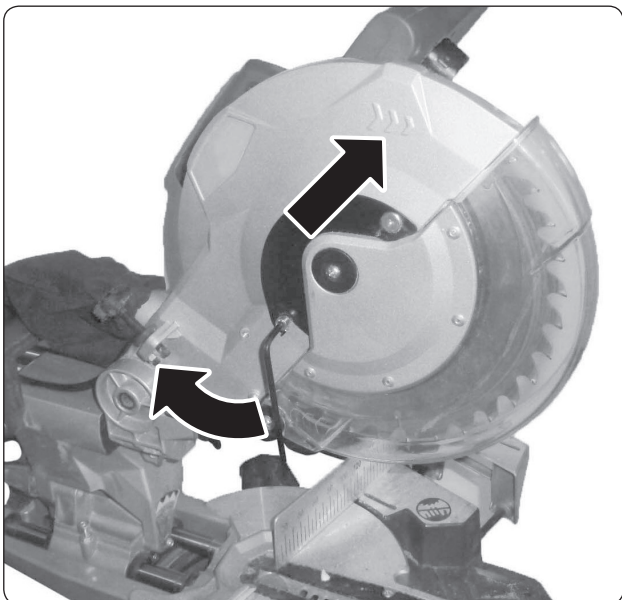
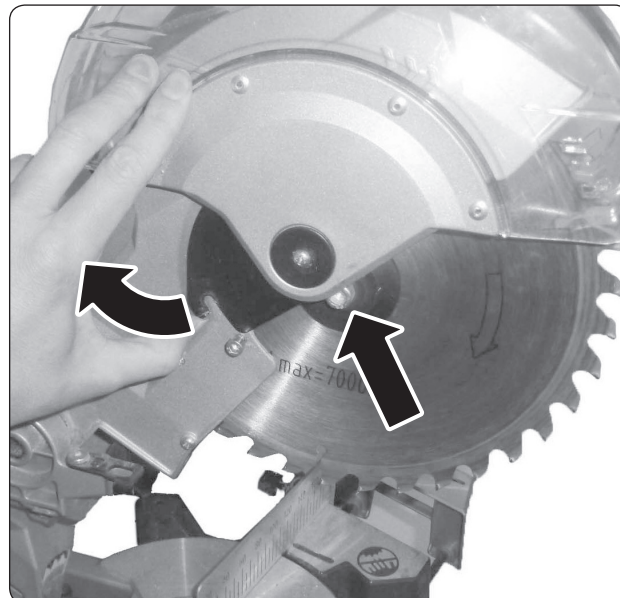

Abb. 16
Abb. 17
2. Für den Zugang zu der Spannschraube vom Sägeblatt lösen Sie die untere Abdeckungsschraube (Abb.16) und drehen Sie diese ausreichend heraus, sodass die Abdeckung zur Seite geschwenkt und die Spannschraube vom Sägeblatt freigelegt werden kann (Abb.17). Die Schraube muss nicht ganz herausgedreht werden. Zum Lösen und partiellen Herausschrauben der Schraube ist ein Sechskantschlüssel zu verwenden. (falls es keine Produktionsänderungen gab). Um zu der Spannschraube des Sägeblattes zu gelangen, muss die Kunststoffabdeckung des Sägeblattes abgeschwenkt werden.
4. Lösen Sie bei arretierter Spindel mit dem Sechskantschlüssel die Spannschraube vom Sägeblatt durch Drehen im Uhrzeigersinn (Abb.16) und nehmen Sie die Spannschraube mit Unterlegscheibe und Spanscheibe heraus. Im gegenteiligen Fall könnte es zu Gefahrensituation, Verletzungen des Bedieners und Beschädigungen der Säge kommen.
5. Nehmen Sie das Sägeblatt von der Spindel herunter und setzen Sie ein neues Sägeblatt auf die Spindel so orientiert auf, dass die Sägeblattzähne in die gleiche Richtung zeigen, wie der Pfeil auf der Sägeblattabdeckung, siehe Abb.16.